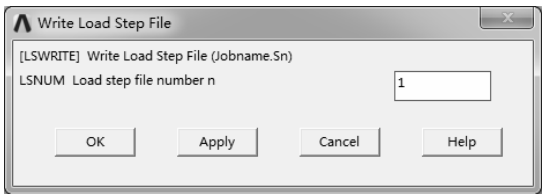

图 7-196 “Write Load Step File” 对话框
5) 载荷步输出。选择“Main Menu>Solution>Load Step Opts>Write LS File”命令,弹出“Write Load Step File”对话框,在“Load step file number n”文本框中输入 1,单击“OK”按钮完成,如图 7-196 所示。